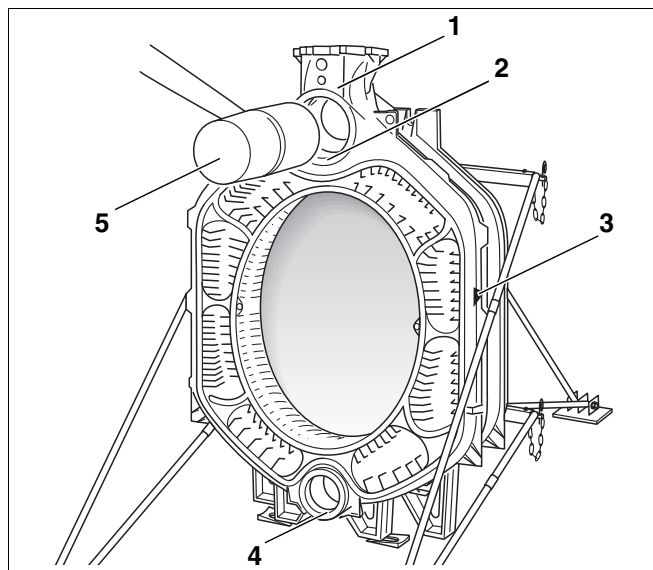

Fig. 13
- Sæt den øverste og nederste nippelgang (Fig. 13, **pos. 2 og 4**) på mellemelementet med fremløbstilslutning (Fig. 13, **pos. 1**) på niplerne i det bageste element. Retningspilen for montering (Fig. 13, **pos. 3**) skal pege bagud.
- Slå det første mellemelement (Fig. 13, **pos. 5**) på det bageste element med en træ- eller gummihammer. Før niplerne til det næste mellemelement sættes i, skal kedlens delblok trækkes sammen med kedelsamleværktøjet.